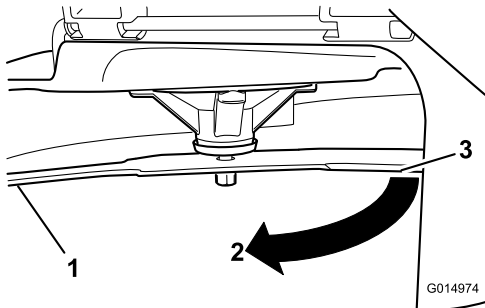

Figura 74
3. A doua distanță măsurată dintre lamă și suprafață (B)
4. Rotii aceeași lamă la 180 de grade, astfel încât marginea de tăiere opusă să se afle acum în aceeași poziție (Figura 74).